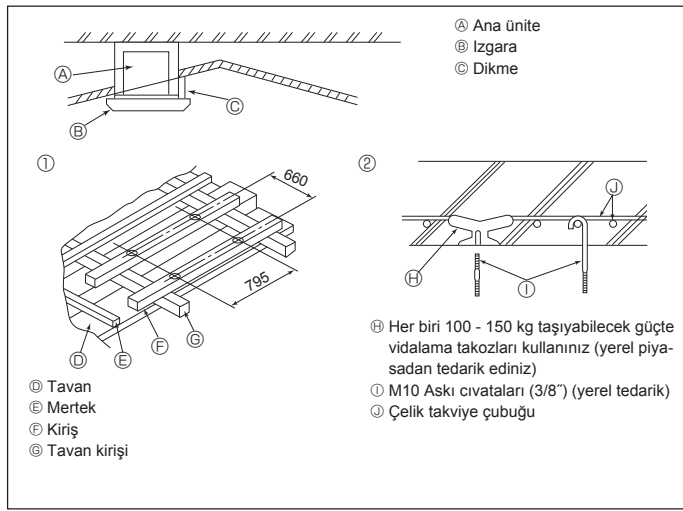

Fig. 3-5
3.5. Asma düzeninin yapısı (asılacağı yerin yapısını güçlendiriniz) (Fig. 3-5)